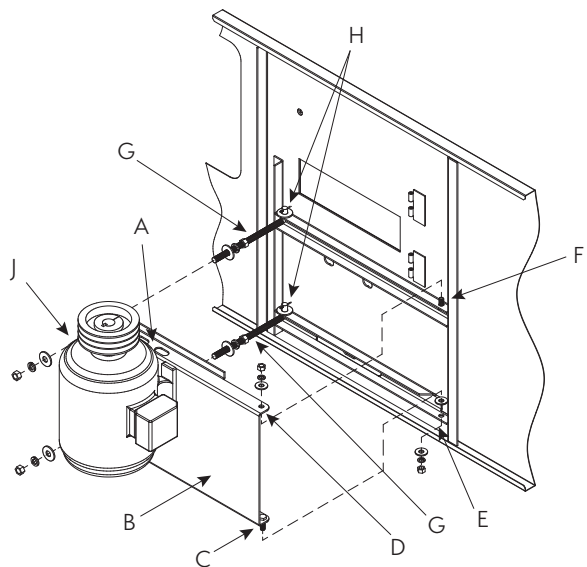

Abb. 17a – Montage des außenseitigen Motors
Bei allen Aggregaten, die schmaler als 10' (3 m) sind, werden die Motoren außen am Aggregat installiert, in einer Konfiguration, bei der die Welle nach oben zeigt (wie in **Abb. 17a** und **17b** dargestellt). Aufgrund von Restriktionen hinsichtlich der Versandbreite können diese Motoren nicht am Aggregat montiert versendet werden, da sie über die Breite des Lastkraftwagens hinausragen würden. Aus diesem Grund werden der/die Motor(en), der/die Motorabdeckung(en), Befestigungsschrauben, Drehbolzen und Keilriemen lose in der Kaltwasserwanne des Aggregates versendet. Für die ordnungsgemäße Installation dieser Komponenten sind die nachfolgenden Anweisungen Schritt für Schritt zu befolgen.
1. Machen Sie sich mit der **Abbildung 17a** vertraut, bevor Sie den Motorsockel am Aggregat installieren.